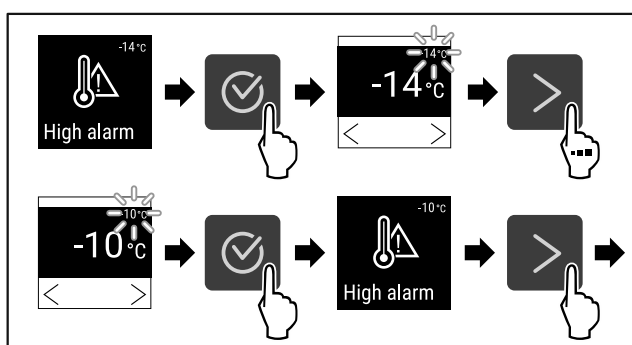

Fig. 103
- ▶ Stappen (zie Fig. 103) uitvoeren.